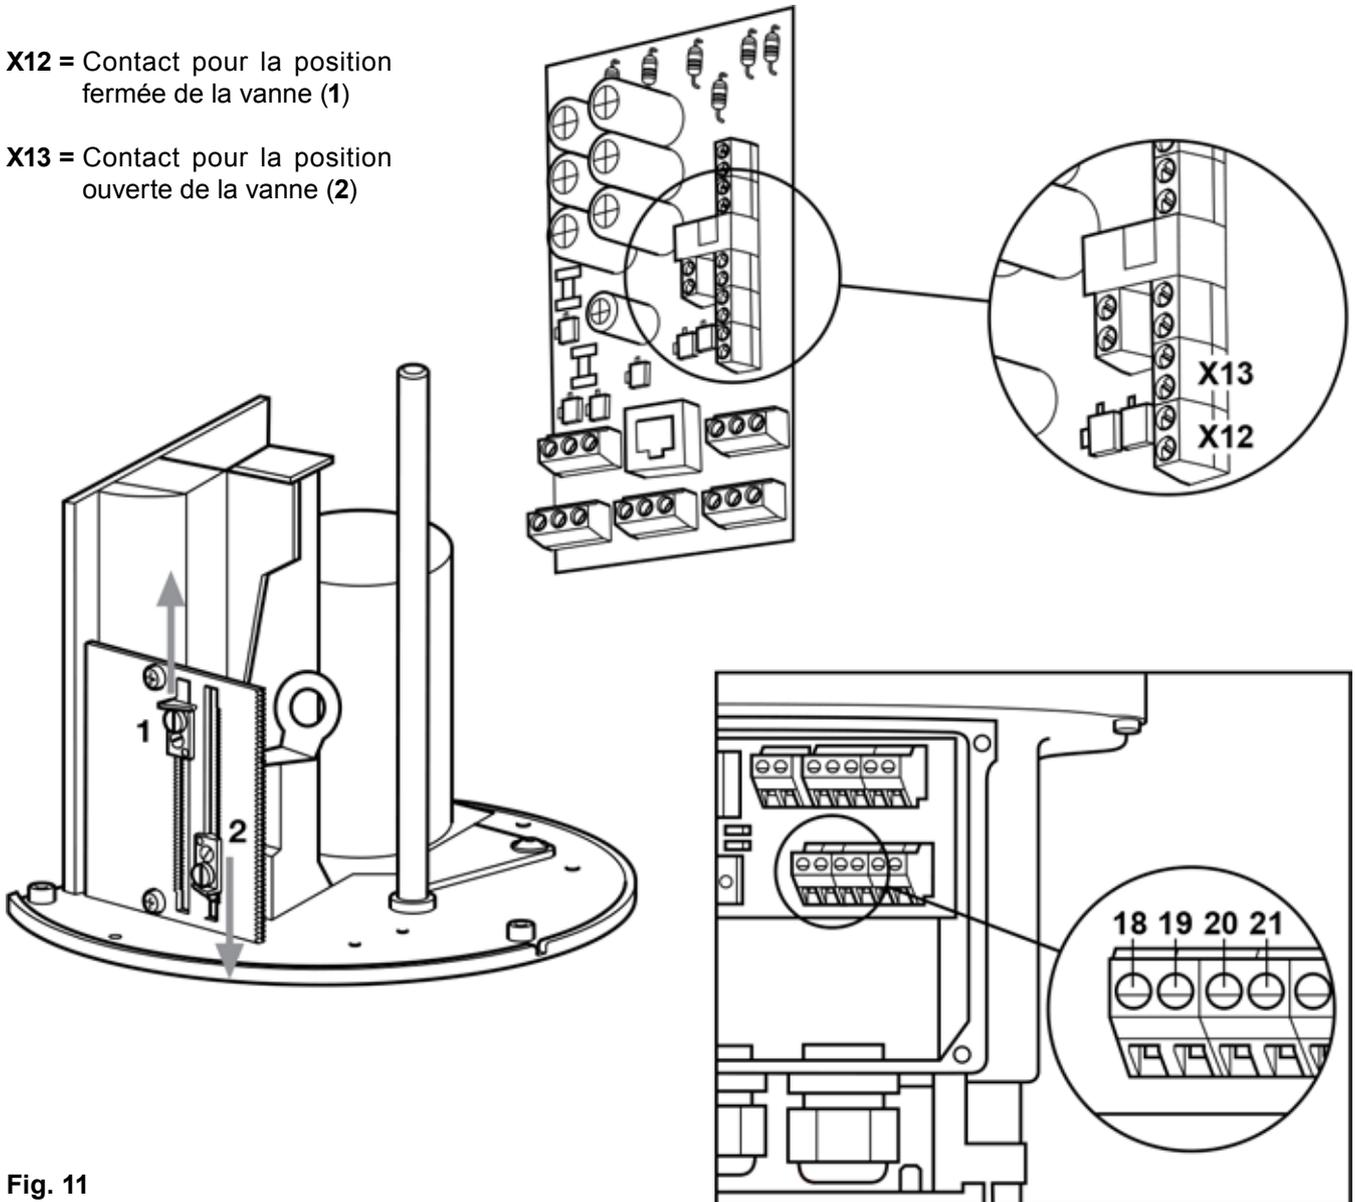

Fig. 11
Tous les actionneurs peuvent être fournis avec des contact de fin de course supplémentaires (Fig. 11 page 14). Les emplacements de montage sont sur les contacts de fin de course, équerre AEL62_, AEL63_, AEL64_ et AEL65_ : Retirer le volant en desserrant la vis six pans creux (clé Allen 4 mm s/p).
Le paragraphe 3.5.6 indique comment les contacts sont câblés aux borniers. Mettre le contact tige montée et celui tige basse respectivement en position (1) et (2) voir fig. 11.